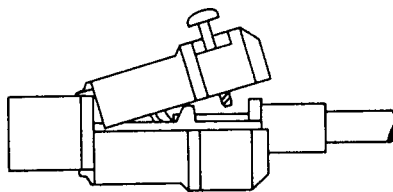

Fig. 3
- Assemble the device as follows (See Fig. 3):
- Remonter le dispositif selon les indications suivantes (voir la fig. 3) :
- Volver a armar el dispositivo (ver la fig. 3):